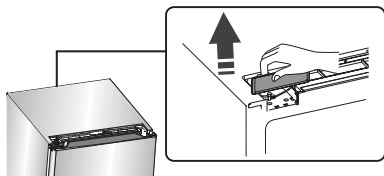

Figura 4
- 5 Levante la cubierta del interruptor de ampolla y sáquela del armario (ver Figura 4).